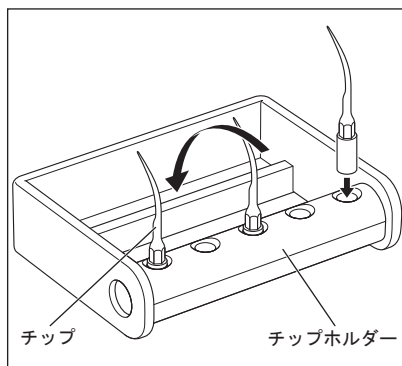

図27
- チップホルダーはオートクレーブ滅菌可能です。最大5種類のチップまで同時に滅菌することができます。滅菌の際は、矢印の方向にチップを倒して使用してください。（図 27）